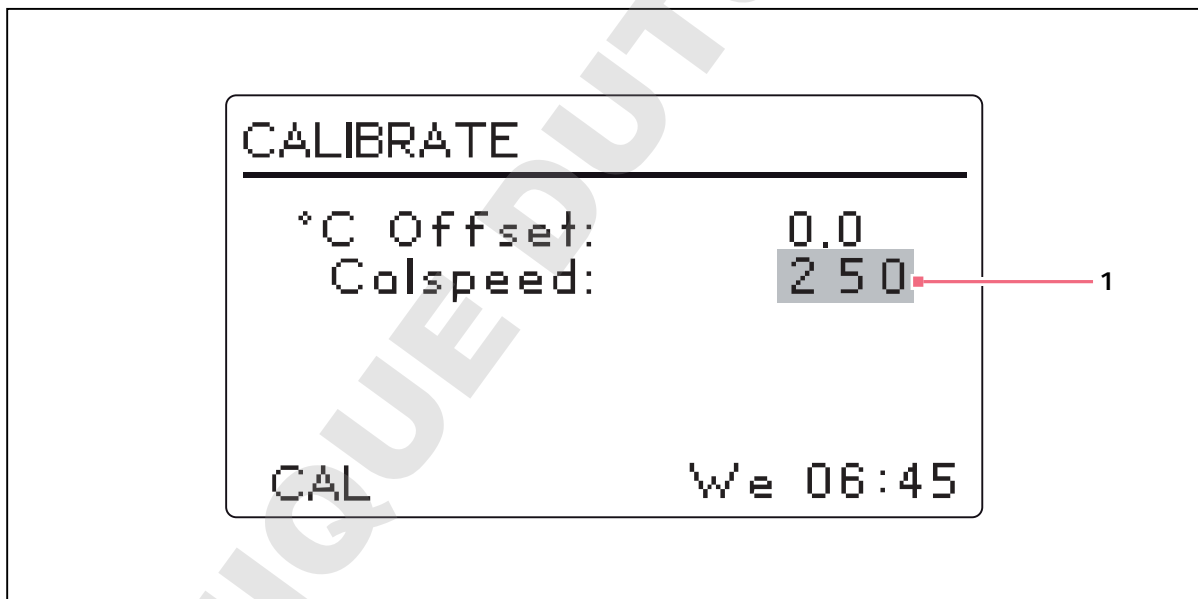

Fig. 5-16: Étalonner l'écran
1. Utiliser le bouton de commande pour entrer sur l'écran **CAL** (voir Fig. 5-16 à la page 61).
La fonction Calspeed réglée sur l'écran **CAL** (voir Fig. 5-16 à la page 61) est utilisée pour étalonner la vitesse du mécanisme d'agitation. Il n'est pas nécessaire d'étalonner à nouveau la vitesse (déjà étalonnée en usine), tant qu'aucun composant majeur (par exemple courroie d'entraînement) n'est remplacé.